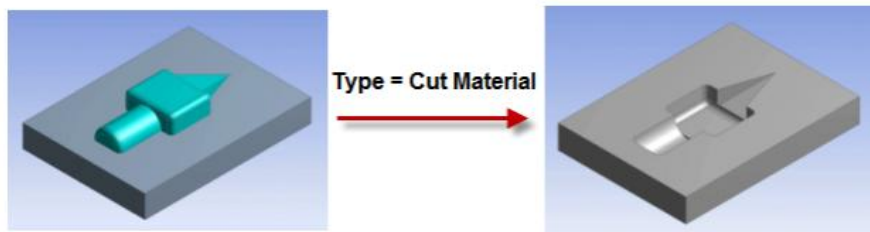

Рис. 3.35
– *Cut Material* – удаление объема выбранного тела. При выборе этого параметра команда *Body Operation* работает аналогично простейшим командам моделирования (*Extrude*, *Rotate* и т.п.) и удаляет материал в объеме выбранного тела. Данный параметр доступен только тогда, когда имеются активные (не зафиксированные) тела. По умолчанию исходное тело удаляется (опция *Preserve Bodies?* имеет значение *No*). Пример использования команды *Body Operation* в режиме *Cut Material* показан на рис. 3.35.